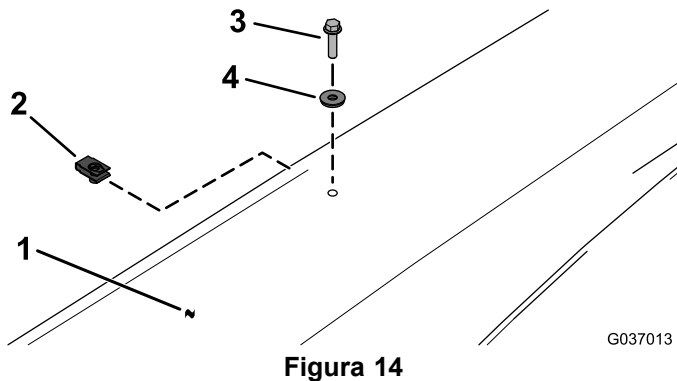

Figura 14
15. Installate il parasole sulla staffa di supporto del tetto utilizzando 2 graffette, 2 rondelle di tenuta e 2 bulloni a testa esagonale ($\frac{1}{4}$ " x 1") come mostrato nella Figura 14.